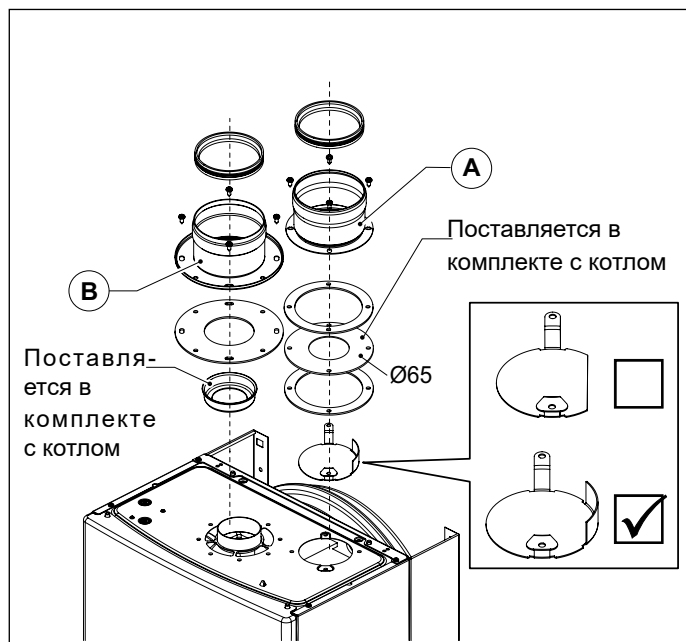

Рис. 8 0SDOPPIA13
- Смонтируйте соответствующий дефлектор воздуха (смотри Рис. 8 0SDOPPIA13).